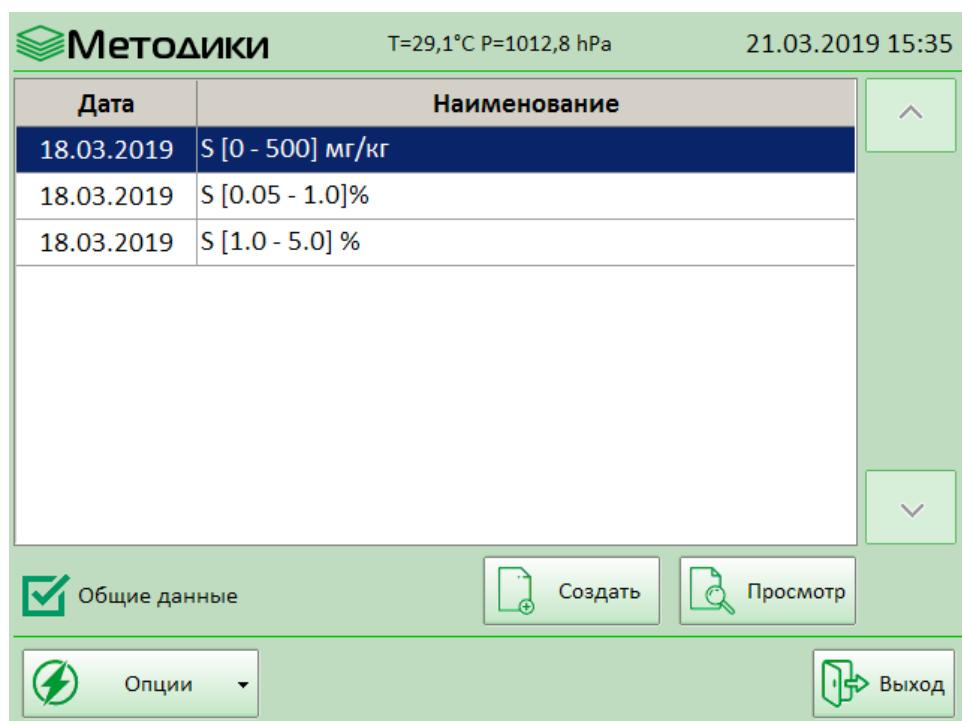

Рисунок 39
13.8.2 Для того чтобы выбрать методику, содержащую градуировку, по которой будет выполняться измерение, нажмите кнопку «...». Откроется база методик с возможностью просмотра существующих градуировок (Рисунок 39).